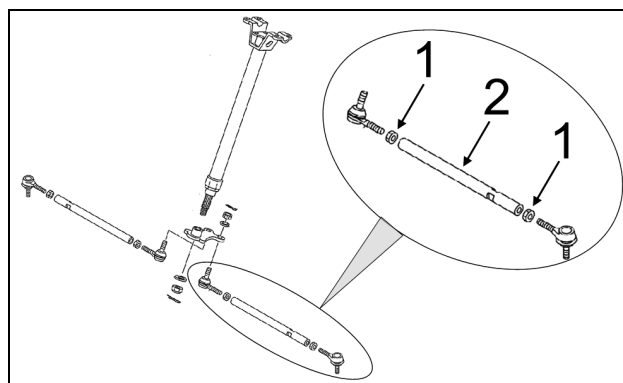

Figure 17
Pour effectuer l'ajustement sur le VTT, premièrement débloquer les écrous (1) à chaque bout des tiges d'accouplement (2) de la direction, visser ou dévisser ensuite la tige d'accouplement (2) d'un nombre de tours égal des deux côtés du véhicule. Resserrer les écrous après avoir complété l'ajustement. Voir la Figure 17.